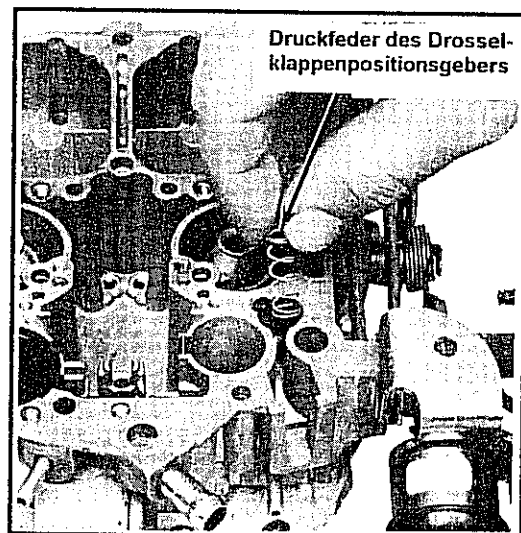

Abb. 2-107 Einsetzen der Druckfeder für den Drosselklappenpositionsgeber
- Rückstellfeder für Drosselklappenpositionsgeber unten in der Aufnahme der Schwimmerkammer einsetzen. Siehe Abb. 2-107.